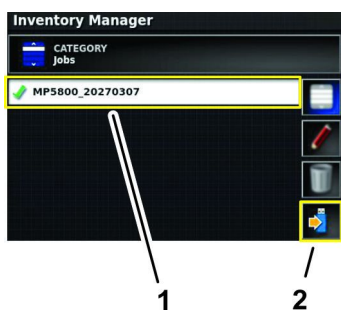

Figura 90
7. Nella schermata Sistema di gestione dell'inventario, premete l'icona (o icone) delle informazioni dell'attività (o delle attività) che desiderate trasferire all'altra macchina (Figura 90).
8. Premete l'icona Salva elementi selezionati (Figura 90).